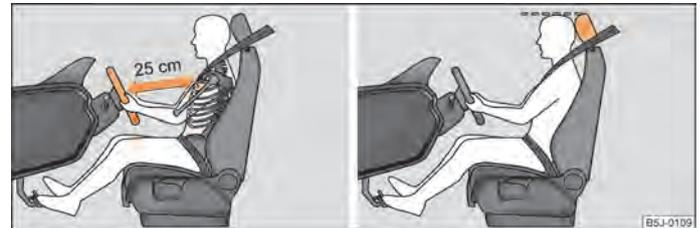

Abb. 96 Der richtige Abstand des Fahrers vom Lenkrad / Die richtige Kopfstützeinstellung des Fahrers
- Stellen Sie das Lenkrad so ein, dass der Abstand zwischen Lenkrad und Brustbein mindestens 25 cm beträgt ⇒ **Abb. 96** - links.
- Stellen Sie die Kopfstütze so ein, dass die Oberkante der Kopfstütze sich möglichst auf einer Höhe mit dem oberen Teil Ihres Kopfes befindet ⇒ **Abb. 96** - rechts.
- Der Fahrer muss einen Abstand zum Lenkrad von mindestens 25 cm einhalten ⇒ **Abb. 96**. Wenn Sie den Mindestabstand nicht einhalten, kann Sie das Airbag-System nicht schützen - Lebensgefahr!
- Stellen Sie die Kopfstützen so ein, dass die Oberkante der Kopfstützen sich möglichst auf einer Höhe mit dem oberen Teil Ihres Kopfes befinden ⇒ Abb. 96 - rechts.